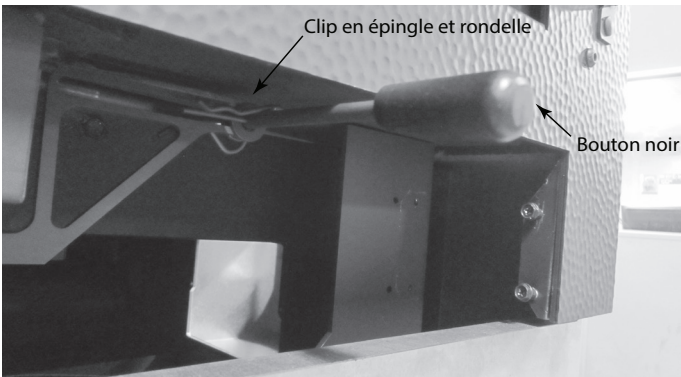

Figure 4.25 Réinstallation du clip en épingle et de la rondelle
- Installez la rondelle et le clip en épingle à cheveux sur la tige. Voir la figure 4.25.